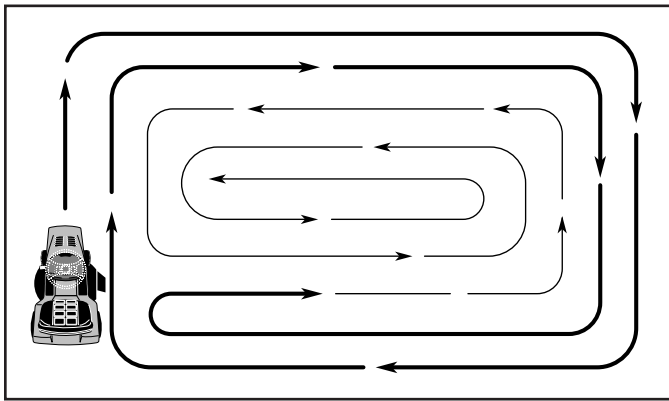

Fig. 15
- Al segar las áreas grandes, empiece girando a la derecha de modo que los recortes se descarguen, alejándose de los arbustos, cercos, entradas de automóviles, etc. Después de una o dos vueltas, siegue en la dirección opuesta, haciendo virajes a la izquierda, hasta que termine (Vea Fig 15).